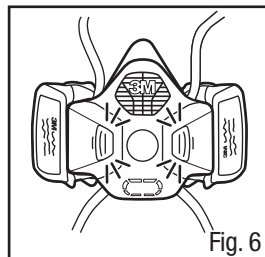

Fig. 6
2. Empurre o cartucho para dentro do conector até ouvir um clique e o botão azul de liberação de cartucho/filtro voltará a sua posição inicial (Fig. 6).